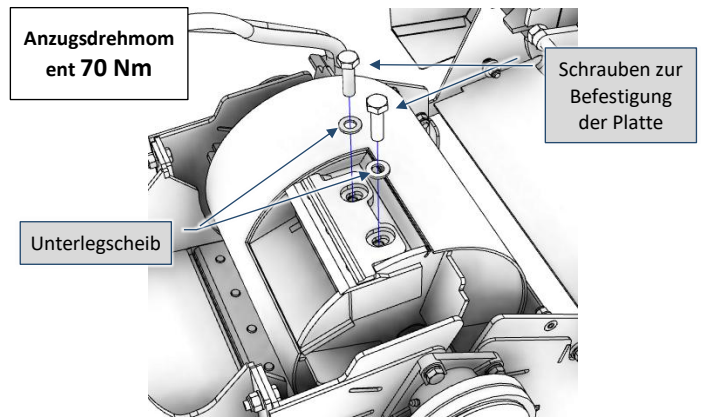

Abb. 9-27 – Entfernen der Schrauben zur Befestigung der Platte
- 2) Entfernen Sie mit dem passenden Werkzeug die beiden Befestigungsschrauben der Messerklemmplatte und die dazugehörigen Unterlegscheiben (Fig. 9-27);